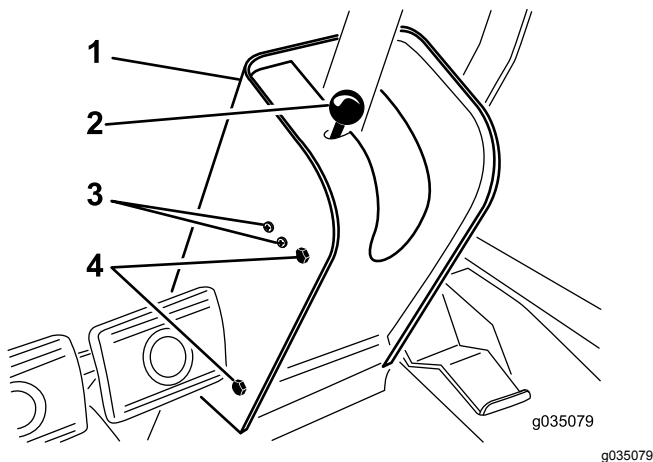

Bild 73
- Nehmen Sie das Handrad von der Feststellbremsstange und die Schrauben von der Abdeckung der Lenksäule (**Bild 73**).
- Lösen Sie die Schrauben und Muttern, mit denen der Schalter für die Feststellbremse links an der Lenksäule befestigt ist (**Bild 73**).